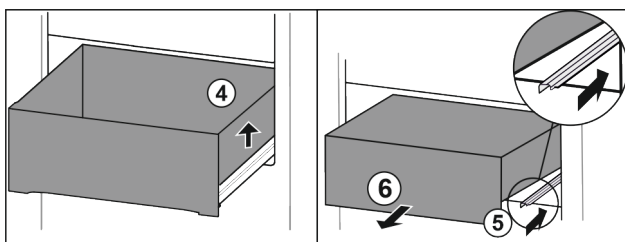

Fig. 93
- Lade rechts optillen. Fig. 93 (4)
- Rechter rail erin schuiven. Fig. 93 (5)
- Lade naar voren toe verwijderen. Fig. 93 (6)